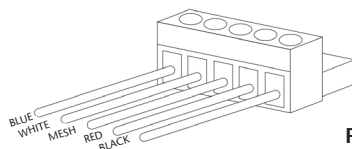

Fig. 5
2. Connect each wire of the CAN BUS cable to the 5 poles male plug connector in the figure 5.
3. Hold the wire to the provided housing by screwing the retaining plate (2) and closing the housing.
2. Conectar los conductores individuales del cable CAN BUS al conector macho enchufable de 5 polos proporcionado de acuerdo al siguiente esquema (fig. 5).
3. Sujetar el cable a la carcasa proporcionada atornillando la pletina de retención (2) y cierre la carcasa.